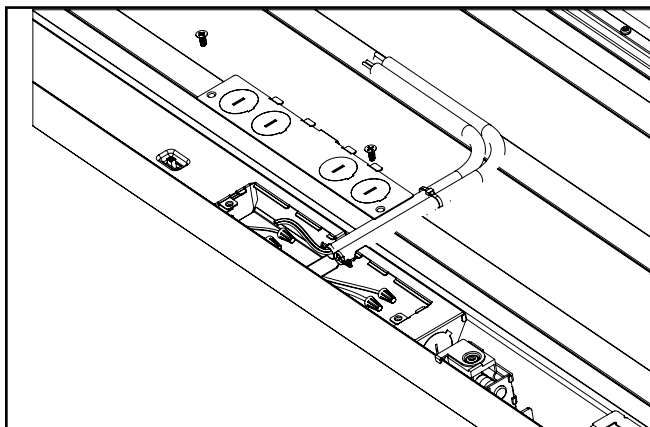

Figura 8.
4. Retire los dos tornillos que sujetan la placa de acceso al recinto del controlador. Ver Figura 8.